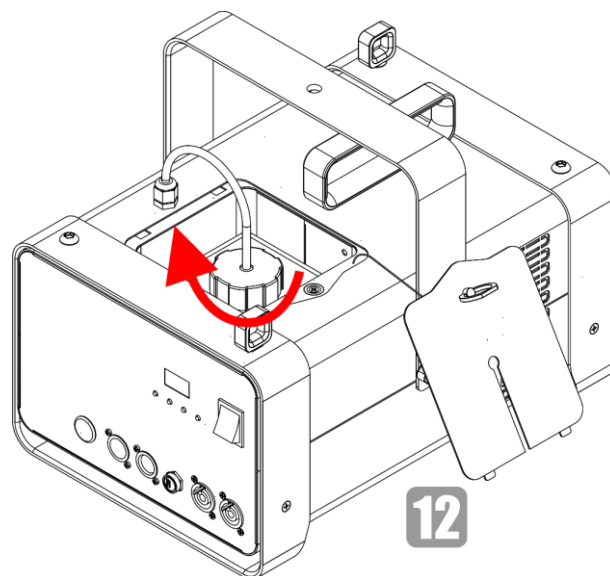

Fig. 18
- 12) Riavvitare il coperchio sul serbatoio del liquido, come mostrato nella Fig. 18.